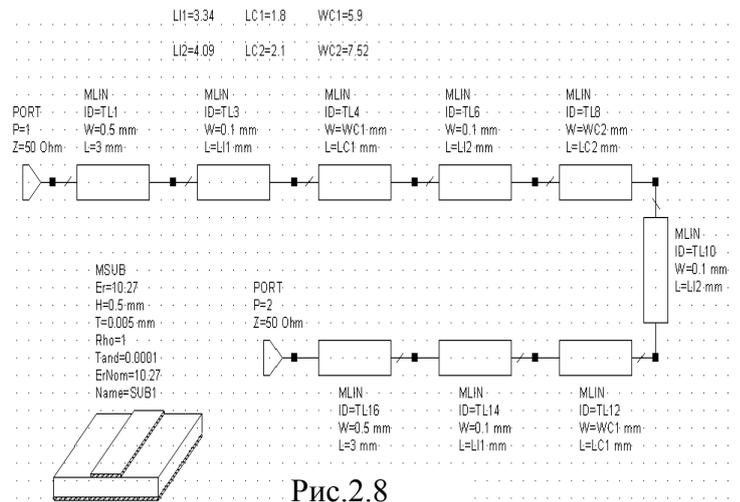

Рис.2.8
- Сделайте активным окно схемы. После настройки переменные получили следующие значения: $L1=3.34$, $L2=4.09$, $LC1=1.8$, $LC2=2.1$, $WC1=5.9$ и $WC2=7.52$ (рис. 2.8).